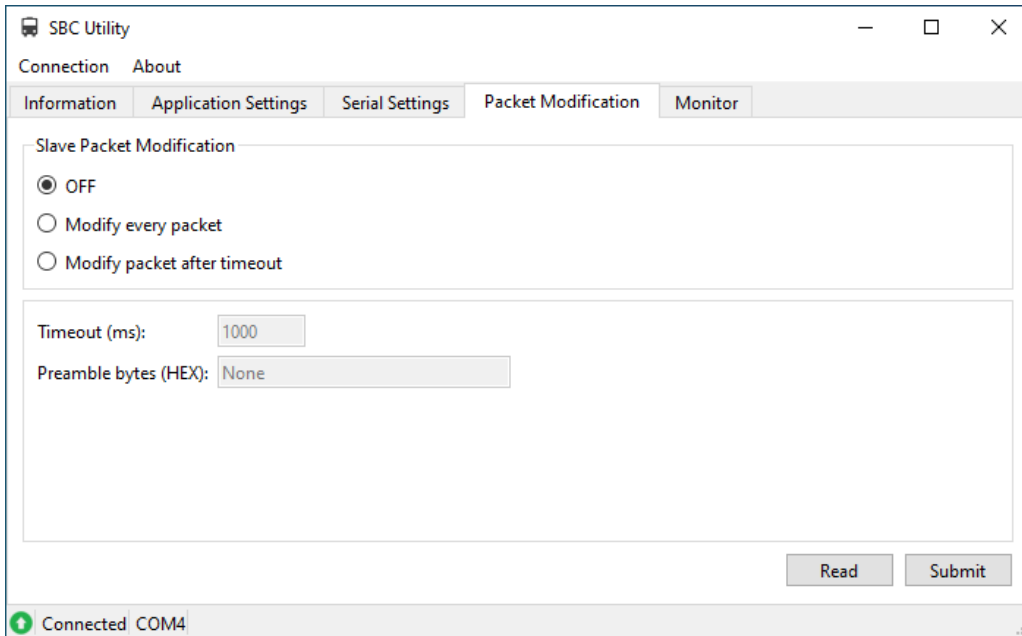

Рисунок 10
5.1.7 В разделе **Packet Modification** есть возможность модификации пакетов – добавления в начало пакета к Slave-устройству дополнительных байт (преамбулы). Для этого выберите (рисунок 10):